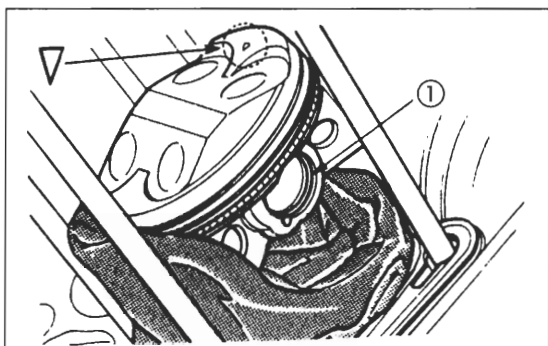

Bild 219
- Dichtflächen reinigen (öl- und fettfrei). Zwei Passhülsen anbringen und Fussdichtung mit wenig flüssiger Dichtmasse an Zylinder-Dichtfläche anbringen («UP»-Markierung weist nach oben; Bild 219).